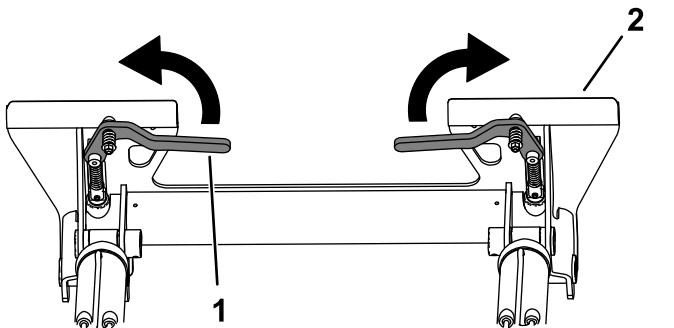

Figure 30
2. Tournez les leviers d'attache rapide vers l'extérieur pour élever les goupilles d'attache rapide (Figure 30).